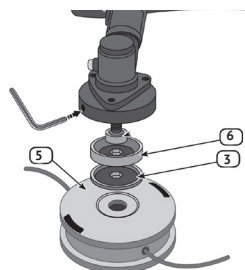

рис.6
6.5 Установка головки режущей с леской (рис.6).
- установить на шпиндель зажимной фланец и накрутить головку режущую с леской (рис.6 поз.6) на шпиндель, поворачивая её против часовой стрелки,